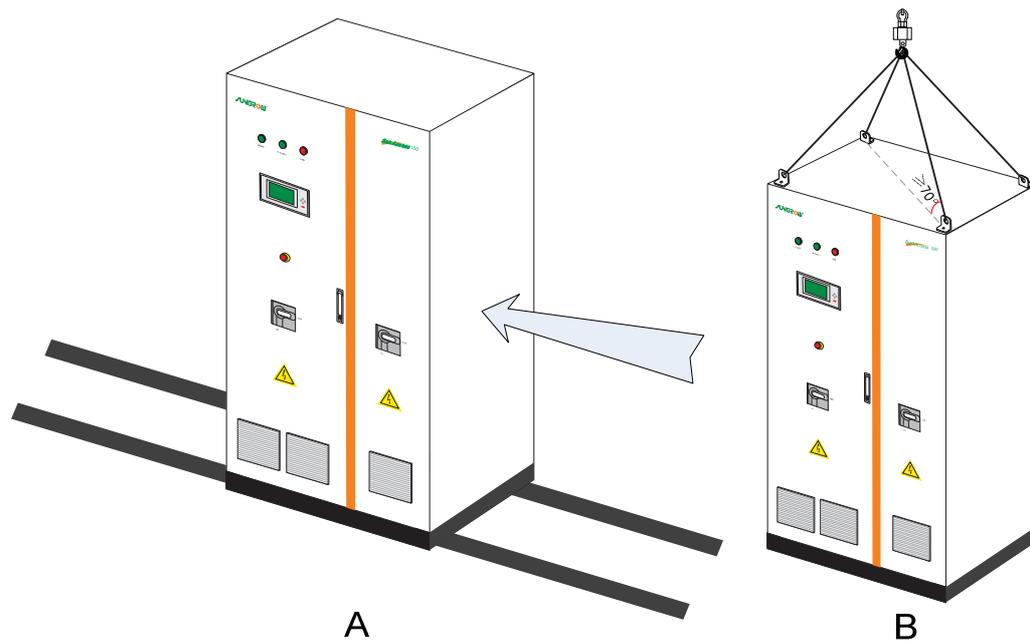

图7-4 滑动或起吊方式移动逆变器
- 铺设导轨将逆变器推动至最终安装位置，如图 7-4 A。
- 如果必须使用起吊方式进行移动，如图 7-4 B，可向阳光电源股份有限公司免费索取起吊用角钢及相关零配件。使用吊车起吊时，需要保证起吊角度 $\geq 70^\circ$ ，并注意逆变器重心位置。